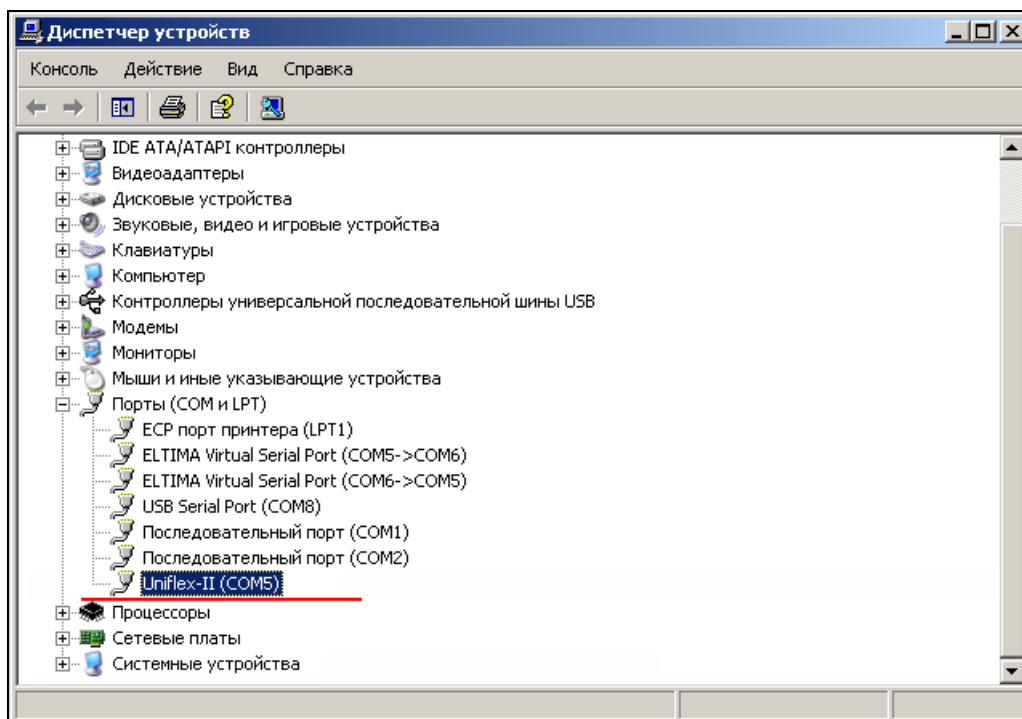

Рис. 10 Добавление записей о драйвере в каталог «Диспетчер устройств»
11. После перезагрузки компьютера убедитесь, что установка драйвера произведена корректно. Для этого откройте окно «Диспетчер устройств». В категории «Порты COM и LPT» должна добавиться запись о созданном виртуальном COM-порте (в нашем примере добавился порт «Uniflex-II (COM5)») (см. Рис. 10).
Обмен данными между ридером и компьютером осуществляется через виртуальный COM-порт, созданный в результате установки драйвера ридера (см. п. 4, стр. 9). Номер этого порта можно определить в окне «Диспетчер устройств» (см. Рис. 10, стр. 13).